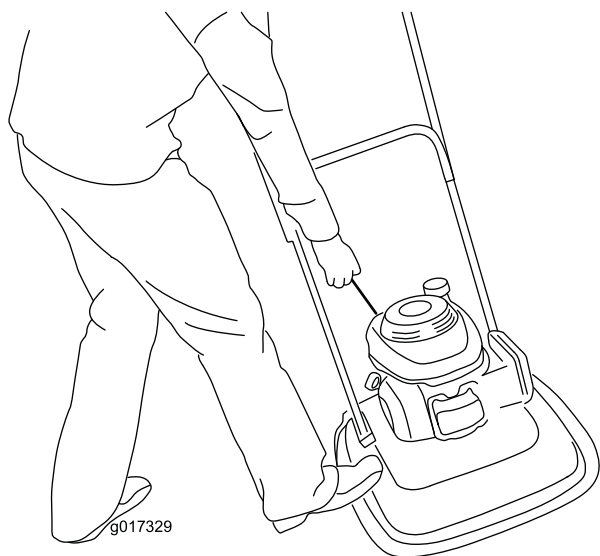

Рисунок 15
3. Поставьте ногу на деку и наклоните машину на себя (Рисунок 15).